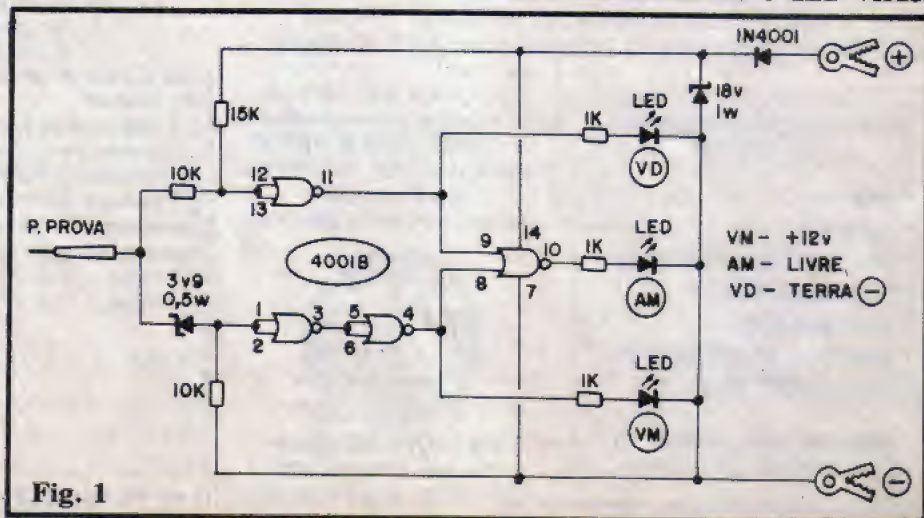

Fig. 1
- fig. 1 - Esqueminha do circuito: é um Integrado digital C.MOS 4001, os três LEDs indicadores, alguns resistores e diodos (incluindo **zeners...**) e mais nada! Logo na entrada do sistema, uma rede de resistores, juntamente com o diodo **zener** (3V9) estabelece dois "degraus" de tensão, bastante definidos, de modo que estando a Entrada (ponta de prova) sob potencial **positivo** (bem próximo dos 12V nominais do sistema elétrico automotivo, a entrada do **gate** delimitado pelos pinos 1-2-3 (pinos 1-2, juntos) "vê" um estado digital **alto**, com o que o pino 3 (saída do **gate**) fica **baixo**, apresentando tal condição à entrada (pinos 5-6) do **gate** seguinte, cuja saída (pino 4) mostrará, então, nível digital **alto**, energizando o LED **vermelho**. Já se a ponta de prova for aplicada a potencial **negativo** (próximo de "zero" volt...) tal não ocorre, mas a entrada do **gate** delimitado pelos pinos 11-12-13 (pinos 12-13, juntos...) "vê" nível **baixo**, com o que a saída do dito **gate** (pino 11) fica **alta** acionando o LED **verde**.